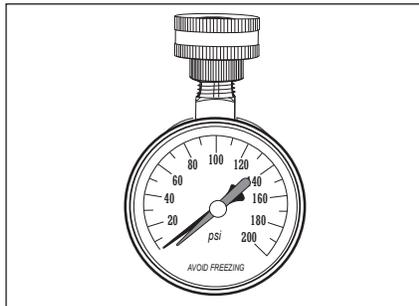

Figure 4 - Utiliser un manomètre à eau pour s'assurer que la pression d'eau du domicile n'est pas trop élevée.
- Manomètre d'eau (voir page suivante, Figure 4).
Il est conseillé de vérifier la pression d'eau du domicile à l'aide d'un manomètre (Figure 4). La majorité des réglementations prévoient une pression d'arrivée d'eau maximale de 550 kPa (80 psi). Nous conseillons une pression de service ne dépassant pas 345 à 414 kPa (50 à 60 psi).